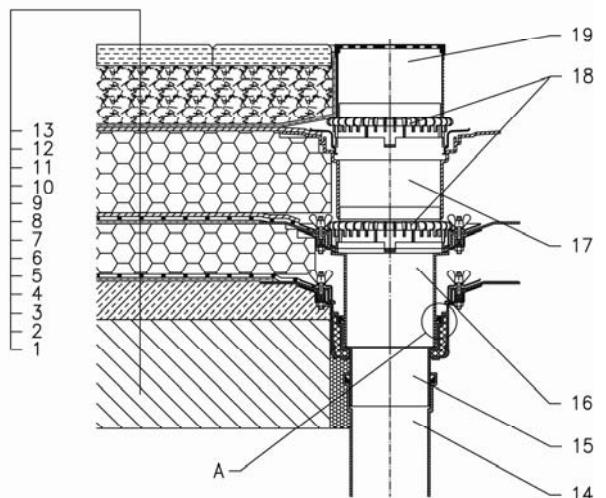

Рис. 1. «Комбинированная» кровля – пешеходная.
Для более полного представления об организации водоотведения с инверсионных кровель предлагаем рассмотреть (в качестве примера) водоотведение с так называемой «комбинированной» кровли, которая включает традиционную и инверсионную части (Рис. 1).
- ✚ Кровельная воронка п.15 (Рис. 1) устанавливается на плиту перекрытия, пароизоляция герметично соединяется кровельной воронкой.
- ✚ Надставной элемент п. 16 (Рис. 1) устанавливается в кровельную воронку, гидроизоляция герметично соединяется с надставным элементом.
- ✚ Соединение надставного элемента с воронкой выполняется герметичным, за счет применения язычкового резинового уплотнения п. А (Рис. 1).
гидроизоляция. Следовательно, необходимо отводить воду с уровня гидроизоляции. Для этой цели используется дренажный фланец п. 18 (Рис.1), который устанавливается в надставной элемент п. 16 (Рис.1). Понятно, что если мы отводим воду с уровня гидроизоляции, то вода будет присутствовать во всех слоях кровли, которые находятся выше. Как говорилось ранее, на инверсионной кровле мы используем утеплители с низкой влагопроницаемостью, но такой утеплитель является серьезным препятствием для воды. Так как утеплитель уложен с уклоном, вода течет по утеплителю к кровельной воронке. Наша задача, принять эту воду, т.е. используем дренажный фланец (как и в случае приема воды на уровне гидроизоляции) и устанавливаем его в надставной элемент п. 17 (Рис.1). На рисунке 1 показано, что надставной элемент п. 17 устанавливается на дренажный фланец так, чтобы его чаша опиралась на утеплитель (при необходимости надставной элемент либо подрезается по толщине утеплителя, либо наращивается при помощи специального удлинителя). По утеплителю, как правило, укладывается разделительный слой (геотекстиль), который заводится на чашу надставного элемента и механически крепится к ней при помощи фланца из нержавеющей стали. Почему мы рекомендуем механически крепить геотекстиль к надставному элементу? Казалось бы, можно применить просто удлинитель, чтобы дренажный фланец оказался на уровне утеплителя (это дешевле), еще дешевле не выводить воронку до уровня тротуарной плитки, а вместо дренажного фланца использовать листвоуловитель! На этот вопрос есть два существенных замечания: Первое замечание связано с водой. Воде легче двигаться вдоль удлинителя с внешней стороны, чем дренировать через слои кровли. В результате, образуются промоины или кровля начинает сползать в воронку, т.е. в месте установки воронки кровля проваливается! Это связано с тем, что гравий п. 12 (основной дренажный слой) и тротуарная плитка п. 13 свободно уложены (т.е. не закреплены), и под воздействием нагрузки могут смещаться! Второе замечание – если мы не выводим кровельную воронку на уровень плитки, то, в случае каких-либо проблем, воронку трудно найти на кровле без демонтажа плитки и дренажного слоя, а также не возможно провести инспекцию ее работоспособности. Поэтому, рекомендуя применять надставной элемент п.17, мы специально создаем препятствие для воды и заставляем ее идти через дренажный фланец, к тому же мы фиксируем его в кровле и не даем смещаться при механических нагрузках (эксплуатируемая кровля). Далее на верхний дренажный фланец устанавливается надставной элемент с решеткой из нержавеющей стали (выводится бровень с тротуарной плиткой). Все! В результате мы получили кровельную воронку для внутреннего водостока с возможностью сбора воды с трех уровней: с тротуарной плитки, с утеплителя и с гидроизоляции.
Думаю, что для многих уже ясно, что в нашем понимании кровельная воронка – это не просто какое-то отдельно взятое изделие, а продуманное и систематизированное решение, состоящее из целого ряда готовых товарных позиций. И только собранные вместе для Вашей конкретной кровли, они становятся «кровельной воронкой»! Для наглядности, представляем здесь три фотографии «кровельных воронок». Обратите внимание, эти «воронки» решают одну и туже задачу – отведение дождевых вод с комбинированной кровли (Рис. 1), но как разительно они отличаются!